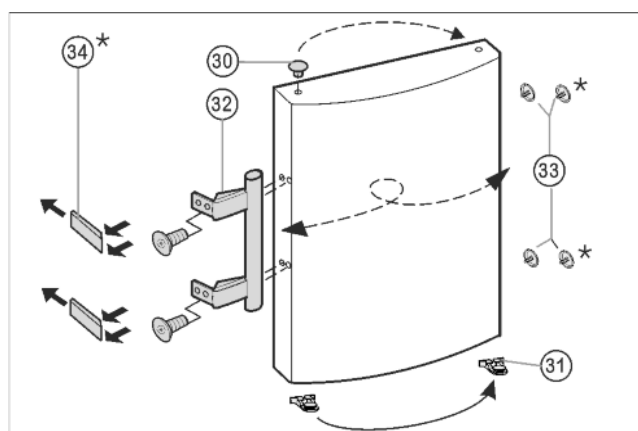

Fig. 8
- ▶ Čepe Fig. 8 (33) vzemite iz puše ležaja vrat in jih prestavite.
- ▶ Ročaj Fig. 8 (32), čepe Fig. 8 (33) in potisne plošče* Fig. 8 (34) odmontirajte in jih prestavite na drugo stran.